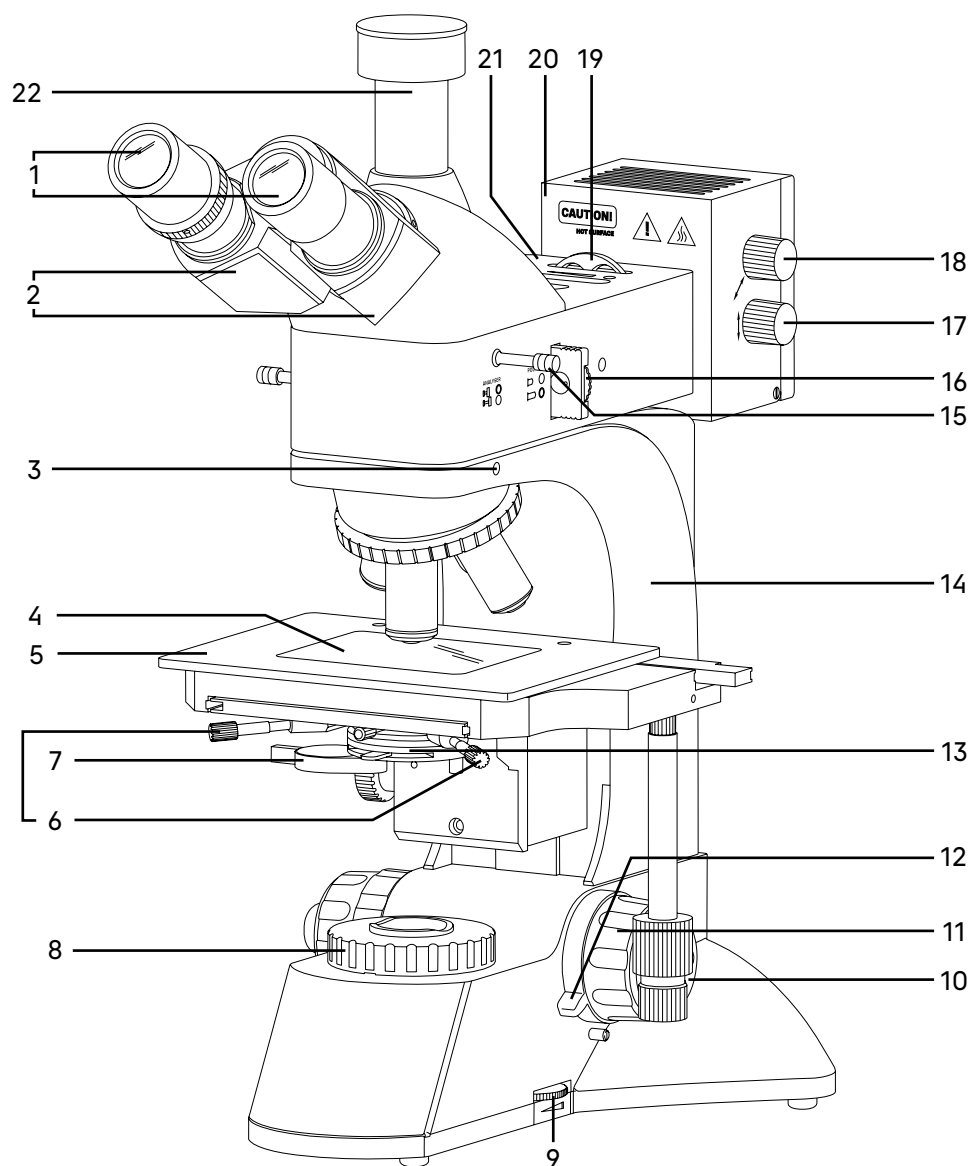
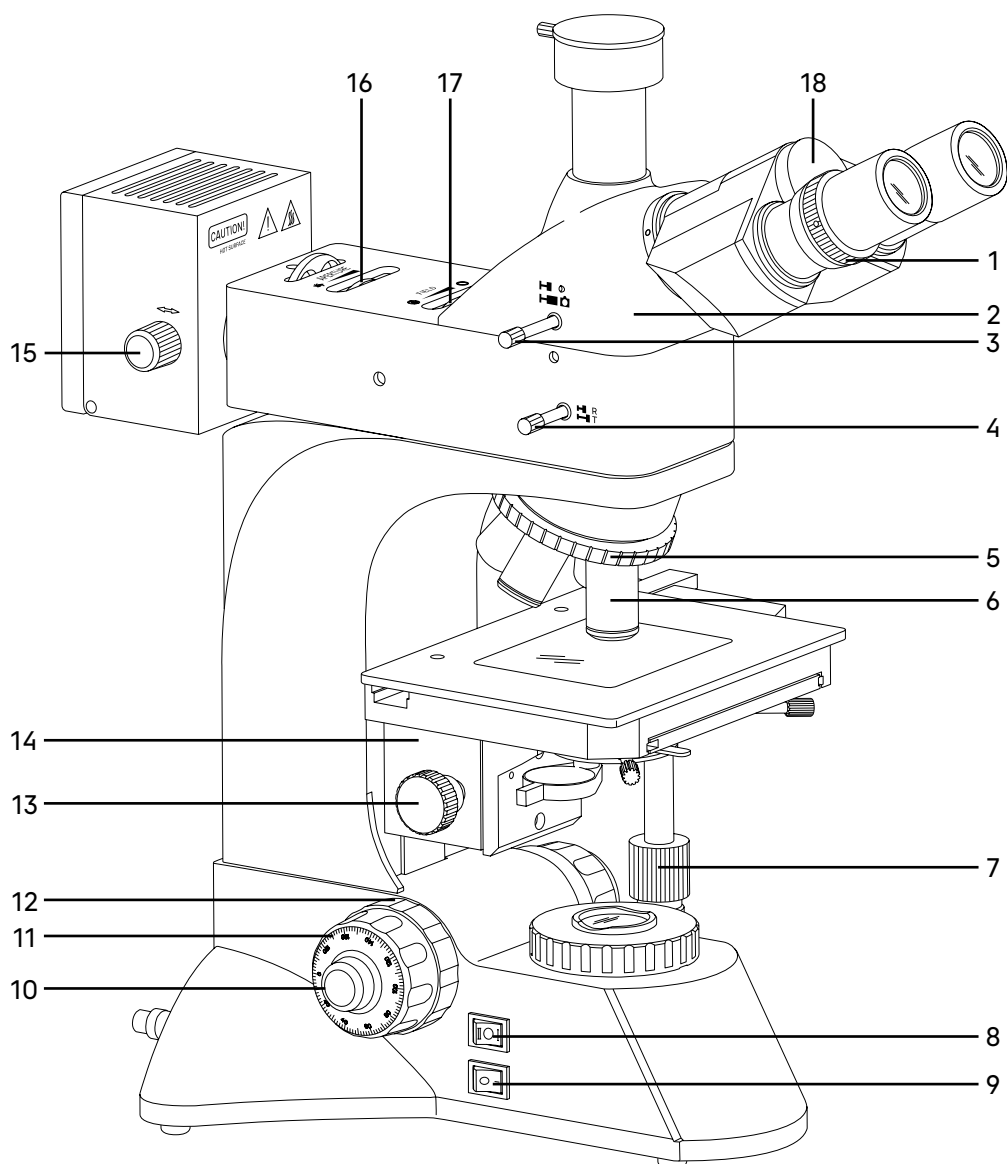

Рис. 1. Микроскоп MAGUS Metal 600 | 600 BD. Вид справа
Рис. 2. Микроскоп MAGUS Metal 600 | 600 BD. Вид слева
Общий вид микроскопа представлен на рис. 1, 2 и 3.
На штативе 14 (рис. 1) закреплены:
- револьверное устройство 5 (рис. 2) с объективами 6 (рис. 2);
- предметный столик 5 (рис. 1);
- кронштейн конденсора 14 (рис. 2).
На левой боковой поверхности основания расположен выключатель электропитания 9 (рис. 2). В положении «—» включается, а в положении «0» выключается сетевое напряжение.
Также на левой боковой поверхности основания расположен переключатель осветителя проходящего/отраженного света 8 (рис. 2). В положении «I» включается осветитель проходящего света, а в положении «II» включается осветитель отраженного света.
На правой боковой поверхности основания расположен диск регулировки яркости осветителя 9 (рис. 1).
Фокусировка на объект осуществляется перемещением по высоте предметного столика 5 (рис. 1). Грубая фокусировка производится вращением коаксиальных рукояток 11 (рис. 1 и 2), расположенных по обеим сторонам штатива.
Тонкая фокусировка производится вращением рукояток 10 (рис. 1 и 2), расположенных по обеим сторонам штатива. Тонкая фокусировка требуется для более точной фокусировки на объект и для подфокусировки микроскопа на резкость изображения при смене объективов.
Механизм регулировки жесткости хода грубой фокусировки 12 (рис. 2) – кольцо между штативом и рукояткой грубой фокусировки с левой стороны. С помощью кольца регулируется жесткость хода грубой фокусировки таким образом, чтобы жесткость была комфортной для пользователя, но при этом предметный столик не опускался самопроизвольно во время работы.
Механизм блокировки грубой фокусировки 12 (рис. 1) расположен с правой стороны. После завершения грубой фокусировки рекомендуется перевести рычаг в крайнее положение в направлении по часовой стрелке. Благодаря этому закрепится положение грубой фокусировки для быстрой рефокусировки после смены объекта.
Насадка 2 (рис. 2) обеспечивает визуальное наблюдение изображения объекта.
Изменение межзрачкового расстояния в насадке осуществляется разворотом окулярных тубусов 2 (рис. 1) в пределах 48–75 мм. Значение расстояния, установленного в соответствии с глазной базой наблюдателя, отсчитывается по шкале на визуальной насадке 18 (рис. 2).
Механизм диоптрийной подвижки на левом окулярном тубусе служит для компенсации аметропии глаз наблюдателя. Регулировка осевого положения окуляра производится кольцом 1 (рис. 2). Второй окулярный тубус насадки неподвижный.
В вертикальный тубус 22 (рис. 1) корпуса визуальной насадки (канал визуализации) для фиксации камеры (видеоокуляра) устанавливается переходник C-mount. Камера служит для вывода изображения на экран компьютера или монитор/телевизор. Переключение светового потока на вертикальный тубус производится рукояткой 3 (рис. 2). Рукоятка имеет два положения: 100/0 и 0/100.
В комплект микроскопа входят окуляры 1 (рис. 1). Окуляры имеют высокое положение выходного зрачка и предназначены для работы как в очках, так и без них.
Револьверное устройство 5 (рис. 2) обеспечивает установку пяти объективов 6 (рис. 2). Смена объективов производится вращением револьверного устройства за рифленую поверхность до фиксированного положения.
Двухкоординатный предметный столик 5 (рис. 1) обеспечивает перемещение объекта в двух взаимно перпендикулярных направлениях с помощью рукояток 7 (рис. 2), расположенных на одной оси.
Размеры предметного столика 210 мм x 140 мм. Диапазон перемещения предметного столика составляет 75 мм по оси X и 50 мм по оси Y. Стеклопанель прозрачная вставка в предметный столик 4 (рис. 1) обеспечивает возможность работы с прозрачными и полупрозрачными объектами.
Конденсор 13 (рис. 1) установлен в кронштейн 14 (рис. 2) под предметным столиком микроскопа. Тип крепления конденсора – «под винт». Перемещение конденсора вдоль оптической оси микроскопа осуществляется с помощью рукоятки перемещения кронштейна конденсора 13 (рис. 2), расположенной слева от наблюдателя под столиком микроскопа. Диапазон перемещения конденсора – не менее 13 мм.
Питание лампы осуществляется от сети переменного тока через источник электропитания, расположенный внутри штатива. Включение осветителя осуществляется с помощью выключателя 9 (рис. 2) и переключателя 8 (рис. 2). Регулировка яркости осуществляется диском 9 (рис. 1).